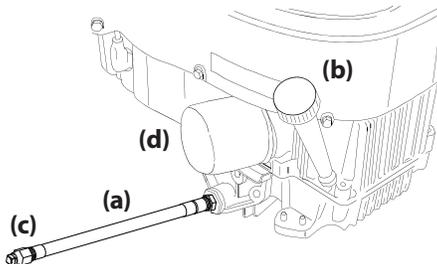

Figure 4-1
2. Repérez le boyau de vidange d'huile (a) sur le côté droit du moteur. Voir Figure 4-1.
4. Tenez l'extrémité libre du boyau de vidange d'huile (a) au-dessus du récipient collecteur, puis dévissez le bouchon à tête carrée (c) du boyau de vidange d'huile (a). Voir Figure 4-1. Vidangez l'huile du moteur dans le récipient.